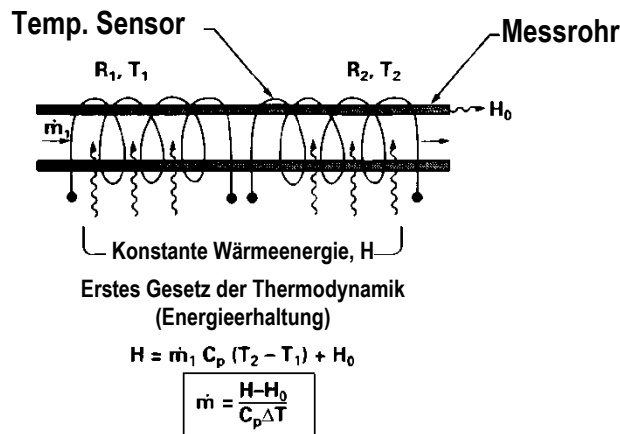
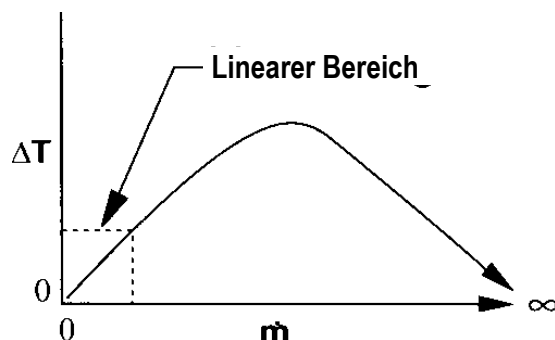

Abb. 1.2 Messprinzip
Abb. 1.4 Der lineare Bereich des Messwertnehmerausgangssignals
Die Abb. 1.2 und 1.3 zeigen den Massedurchfluss durch den Sensor, der sich umgekehrt proportional zur Temperaturdifferenz der Spulen verhält. Die Spulen sind Teil einer Brückenschaltung, die eine direkt proportionale Ausgangsspannung zum Unterschied der Spulenwiderstände erzeugt. Das Ergebnis ist die Temperaturdifferenz (ΔT). Zwei weitere Parameter, der Wärmeeintrag (H) und die spezifischen Wärmekoeffizienten (C_p) sind Konstanten. Durch ein sorgfältiges Design und Ermittlung dieser Parameter ergibt sich ein linearer Ausgangswert über den Messbereich des Messwertaufnehmers. (Abb. 1.4). Das Ergebnis des gemessenen Gases durch das Messrohr ist direkt proportional zum Gasdurchsatz des Hauptstromes.